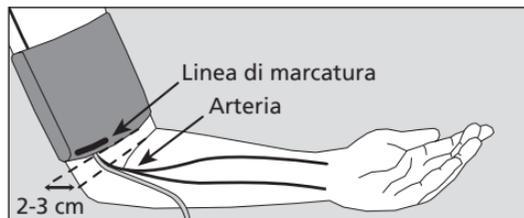

Fig. 4
- ➔ Spingere il bracciale aperto ad anello sul braccio, fino a che il margine inferiore del bracciale venga a trovarsi circa 2-3 cm sopra la piega del gomito. Il bracciale deve essere posizionato in modo tale che la linea di marcatura venga a trovarsi sopra l'arteria (vedere Fig.4).
⚠ Non posizionare **mai** l'anello metallico sopra l'arteria (vedere Fig. 4); in caso contrario, i valori pressori possono risultare falsati.